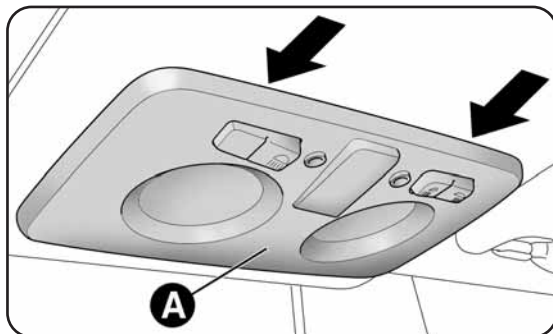
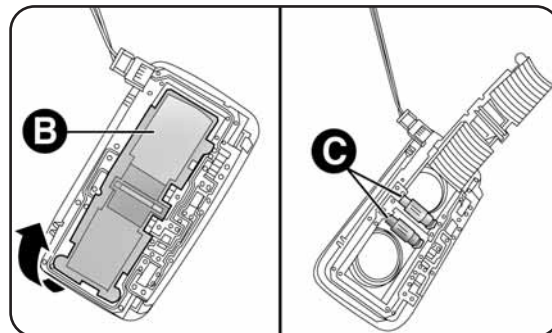

fig. 141
fig. 142
- enlever le plafonnier A-fig. 141 en utilisant les points indiqués par les flèches ;
- ouvrir le volet B-fig. 142 et remplacer les ampoules C en les dégageant des contacts latéraux. Vérifier que les nouvelles ampoules sont bien bloquées entre les contacts ;
- refermer le volet B-fig. 142 et fixer le plafonnier A-fig. 141 dans son logement en vérifiant qu'il est bien bloqué.